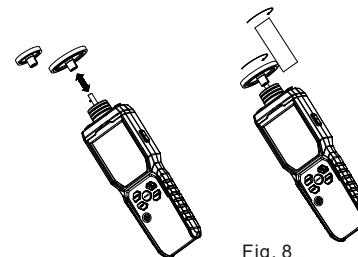

Fig. 8
4. Kontakt — Ythastighet/längdmätning (fig. 8)